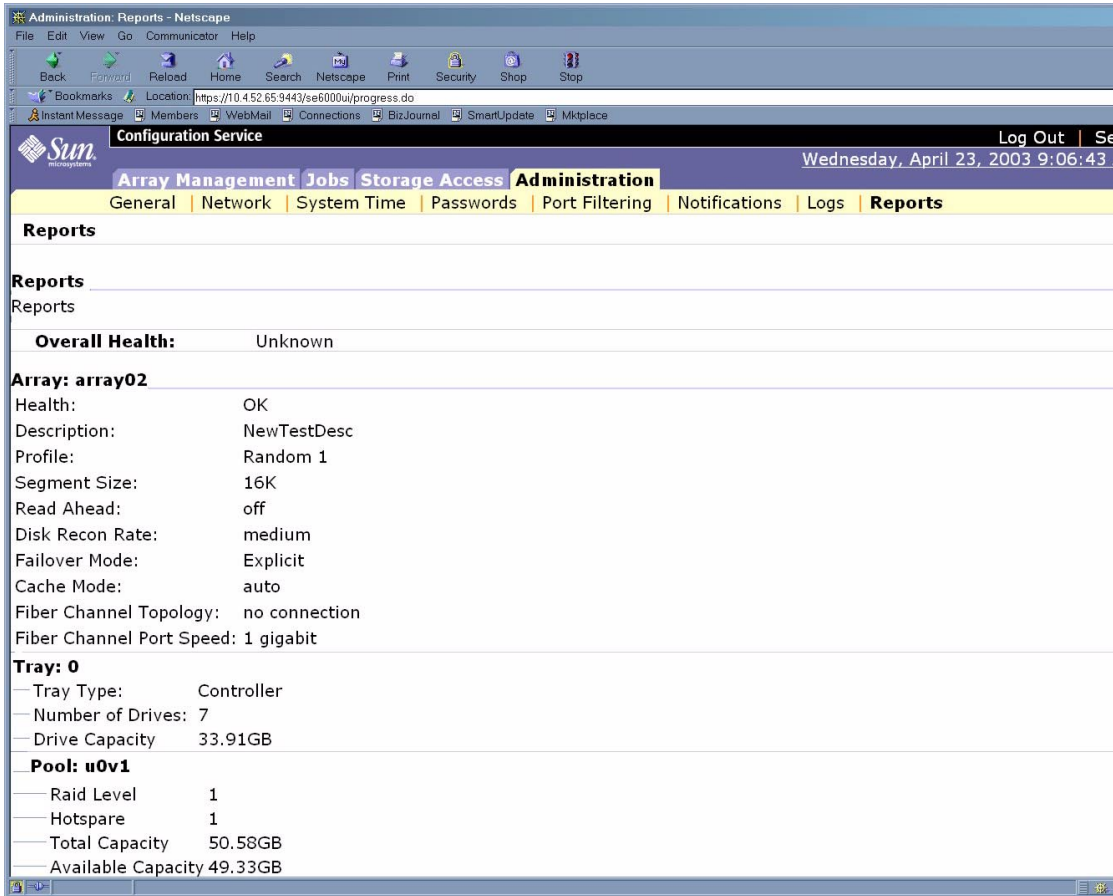

図 6-12 「レポート」ページ
5. 「レポート」をクリックします。図 6-12 に示すような「レポート」ページが表示されます。